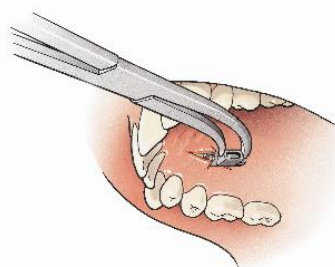
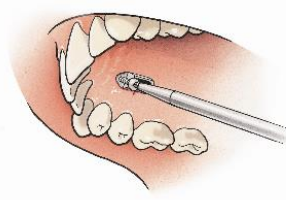

Fig. 3
Fig. 4
De abutment-platen (Ref. 03-800A) subperiostaal op het botoppervlak aanbrengen (Fig. 3). Er dient op gelet te worden dat platen voldoende hoog, horizontaal en tegenover elkaar worden aangebracht. De links- (L) en rechts- (R) markeringen zijn aangegeven op de abutment-platen. De platen vastzetten met 7 mm lange monocorticale zelfborende schroeven met een diameter van 2,0 mm (Ref. 70-707S) (Fig. 4).